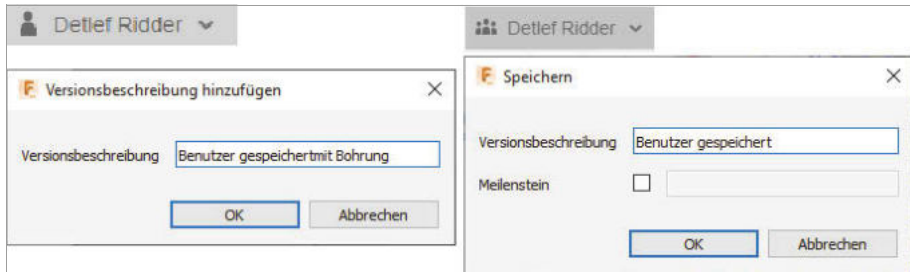

Abb. 1.11: Speichern im EINZELBENUTZER- bzw. TEAM-KONTO
In der SCHNELLZUGRIFF-LEISTE finden Sie zuerst den Schalter zur Anzeige der Gruppe DATEN, dann die üblichen Funktionen zur Dateiverwaltung (Abbildung 1.11). Außerdem können Sie mit ZURÜCK und WIEDERHERSTELLEN einzelne Konstruktionsschritte zurückgehen und wieder vorwärtsgehen, auch mehrfach.
- SPEICHERN **[Strg]** + **[S]** – speichert eine Fusion-Konstruktion oder -Zeichnung in der Cloud. Beim Speichern können Sie eine eigene VERSIONSBEZEICHNUNG angeben. Wenn Sie im TEAM-KONTO speichern, können Sie eine besonders wichtige Version als MEILENSTEIN markieren (Abbildung 1.11).